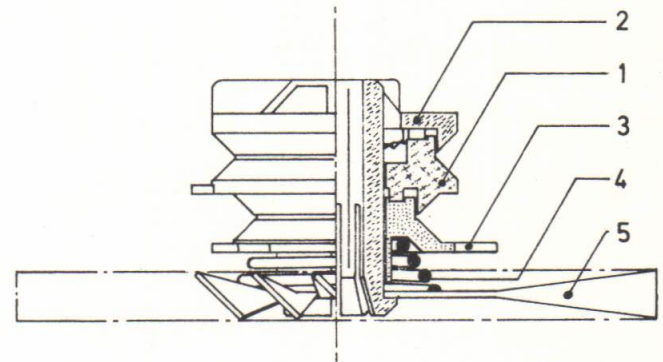

Abb. 7: Einstellbares Antriebsrad
Antriebsrad (siehe Abb. 7)
Die Motorwelle trägt ein fünfteiliges kombiniertes Lüfter- und Antriebsrad. Das Antriebsrad (drei Teile) wird durch eine Druckfeder ④ gegen das Lüfterrad ⑤ zusammengehalten. Der wirksame Durchmesser der beiden Keilnut-Laufflächen läßt sich über zwei innenliegende sechsstufige Rastkurven verändern. Hiermit wird die Geschwindigkeits-Feineinstellung vorgenommen (siehe Abb. 7).